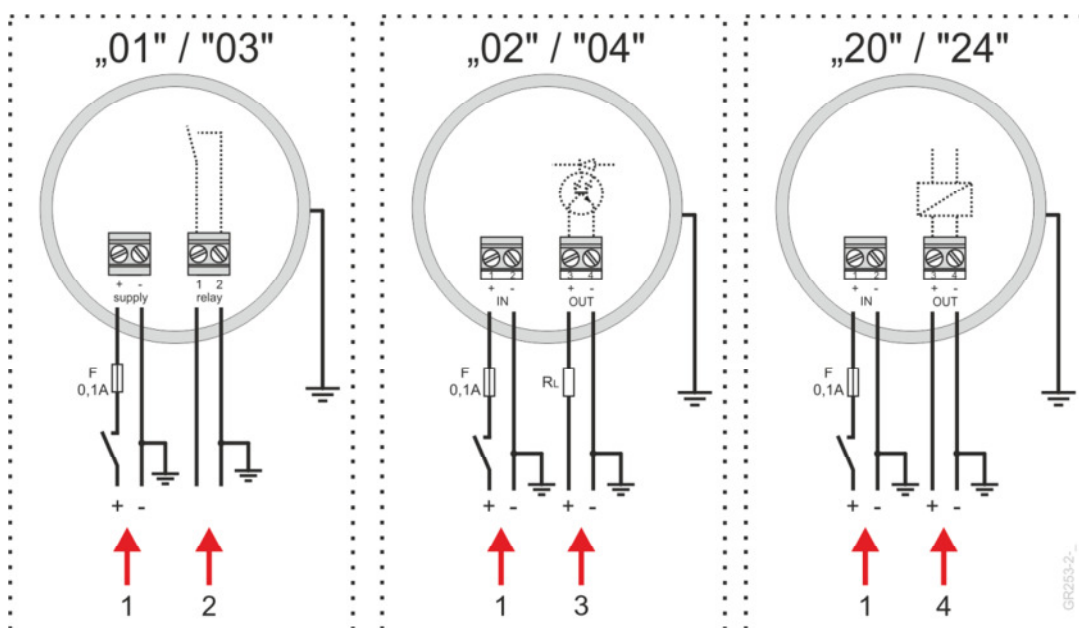

Bild 25 Plintanslutning av utgångstyp 01, 02 och 20
7. Jorda en ledare i strömmatningen och på utgången (se Bild 25).